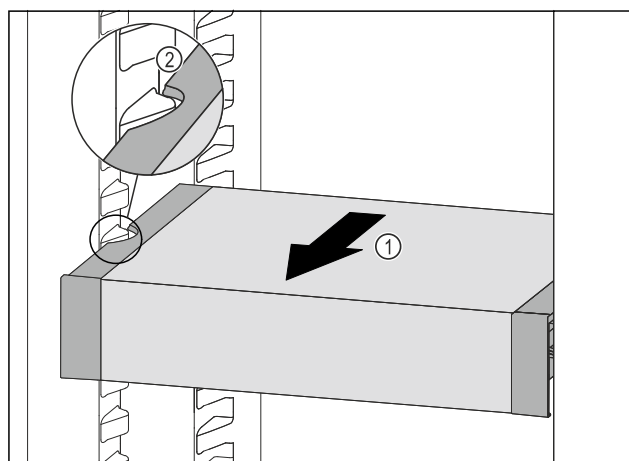

Fig. 116
- Trekk VarioSafe forover Fig. 116 (1), til utsparingene på sidene av VarioSafe er på nivå med rillene i kjøleskapet. Fig. 116 (2)